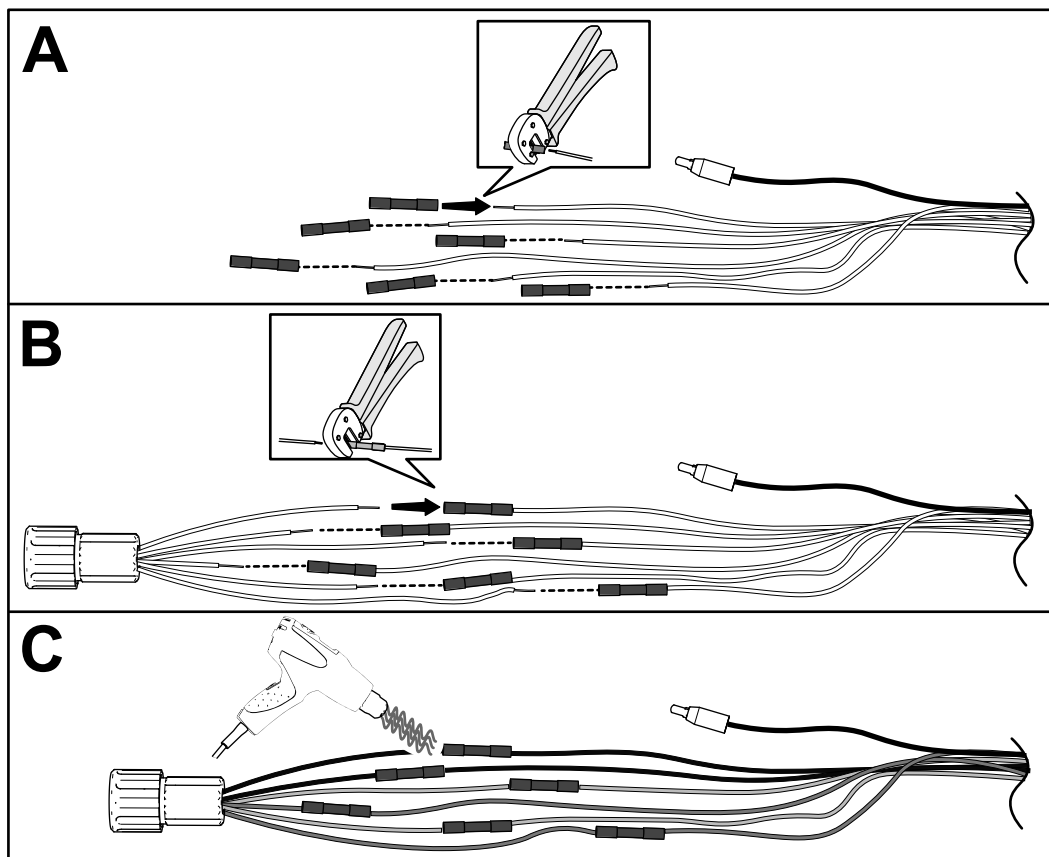

Рисунок 7
8. На имеющемся жгуте проводов установите разъемы для срачивания с открытыми концами на 6 оставшихся проводах по одному за раз, используя обжимной инструмент с соответствующей позицией обжатия (20-18 AWG); см. вид А на Рисунок 7.
9. Вставьте каждый провод переходника мотора в соответствующий разъем для срачивания с открытым концом, проследив за совпадением цветов проводов, и надежно обожмите разъем (вид В на Рисунок 7).
10. Используйте подходящую термовоздуховку для усадки изоляции в месте срачивания так, чтобы клеящее вещество было выдавлено наружу с каждого конца (вид С на Рисунок 7).